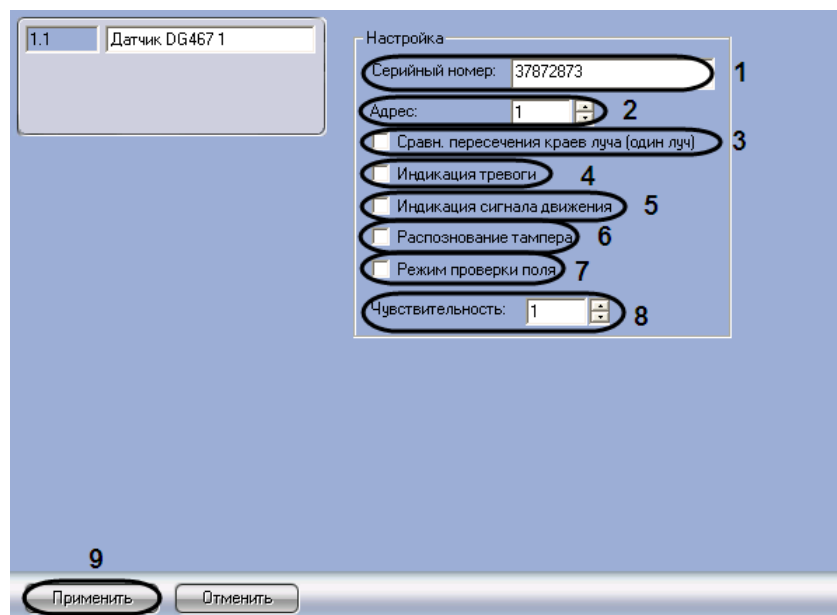

Рис. 3.8-2. Панель настройки объекта Датчик DG467
1. Перейти на панель настройки объекта **Датчик DG467** (Рис. 3.8-2)
2. В поле **Серийный номер** (см. Рис. 3.8-2, 1) ввести серийный номер датчика DG467 в шестнадцатеричном формате.
3. В поле **Адрес** ввести с помощью кнопок **вверх-вниз** адрес датчика DG467 в десятичной системе счисления (см. Рис. 3.8-2, 2).
4. При необходимости подавать сигнал тревоги, если разорван один луч, установить флажок **Сравн. Пересечения краев луча (один луч)** (см. Рис. 3.8-2, 3).
5. Для индикации диода на датчике при тревоге установить флажок **Индикация тревоги** (см. Рис. 3.8-2, 4).
6. Для индикации диода на датчике по сигналу движения установить флажок **Индикация сигнала движения** (см. Рис. 3.8-2, 5).
7. Для отслеживания состояния корпуса датчика установить флажок **Распознавание тампера** (см. Рис. 3.8-2, 6).
8. Для перехода в режим тестирования поля установить флажок **Режим проверки поля** (см. Рис. 3.8-2, 7).
9. В поле **Чувствительность** ввести с помощью кнопок **вверх-вниз** значение чувствительности датчика DG467 (см. Рис. 3.8-2, 8).
10. Для сохранения внесенных изменений нажать кнопку **Применить** (см. Рис. 3.8-2, 9).